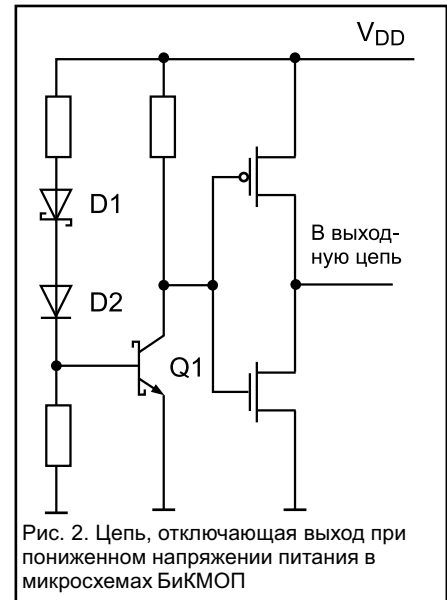

Рис. 2. Цепь, отключающая выход при пониженном напряжении питания в микросхемах БикМОП
При создании подключаемых модулей микросхемы БикМОП выгодно отличаются от прочих тем, что имеют добавочную цепь, которая держит выход микросхемы в состоянии высокого импеданса в момент ее включения. Эта цепь следит за напряжением питания. Она показана на рис. 2. Цепь состоит из двух диодов – D_1, D_2 – и транзистора Q_1 , на базу которого подается напряжение. При напряжении питания, которое меньше установленного (например, для серии АВТ/ВСТ $V_{COFF} \sim 2,5$ В, для LVT $V_{COFF} \sim 1,8$
Микросхемы серии ETL имеют дополнительный вывод для подключения напряжения зарядки выходной емкости микросхемы, обычно называемый V_{CCBIAS} . Он питает схему, заряжающую конденсатор во время включения модуля. На рис. 12 показана структура блока, где присутствуют напряжение питания и напряжение зарядки – соответственно V_{CC} и V_{CCBIAS} . Для простоты в схеме не нарисована цепь, отключающая выход микросхемы при пониженном напряжении питания (она была показана на рис. 2).
- 3) Желательно использовать микросхемы, которые имеют механизм отключения сигнальных шин при включении питания (рис. 2). Рекомендуемые серии – ABT, VCT и LVT (таблица 1).